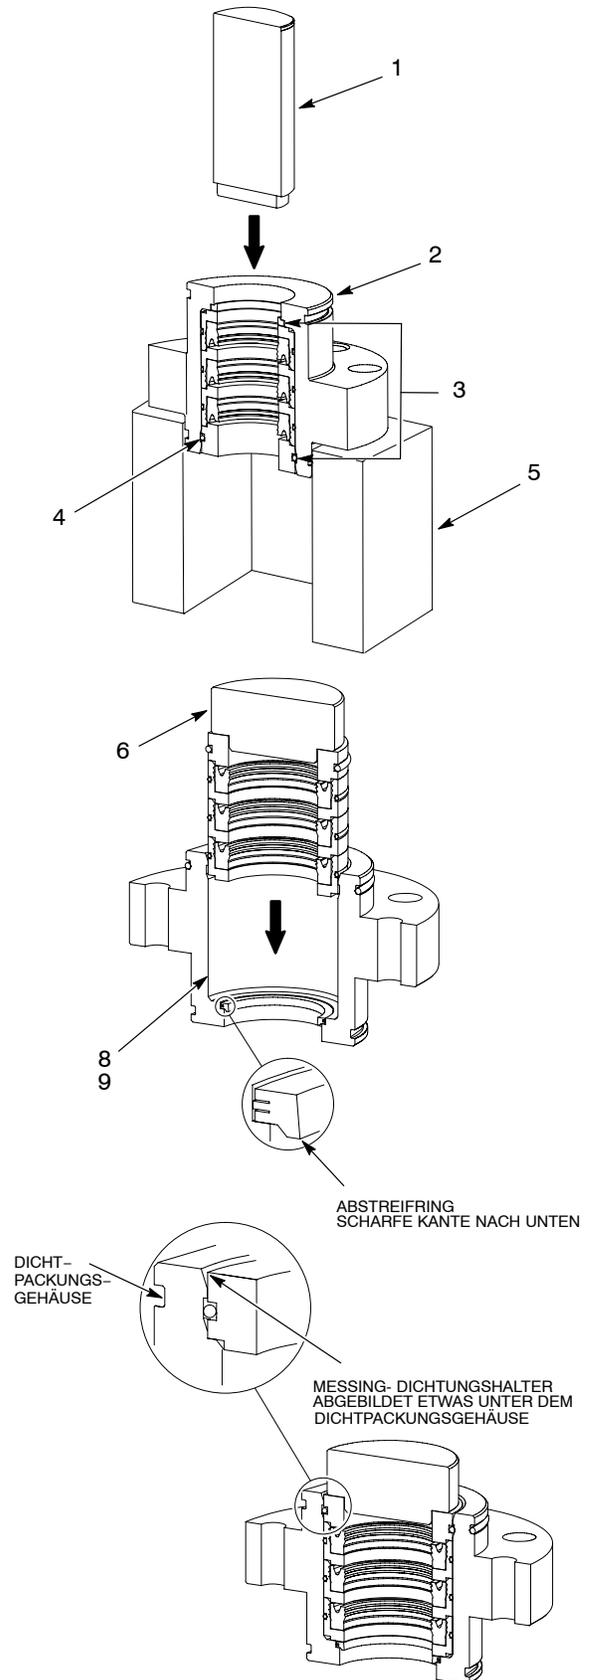

Abb.2 Innere Teile der Dichtpackung ersetzen
1. Siehe Abbildung 2. Das Dichtpackungsgehäuse (2) mit dem Spülkammerbecher nach oben auf einen Halter (5) setzen.